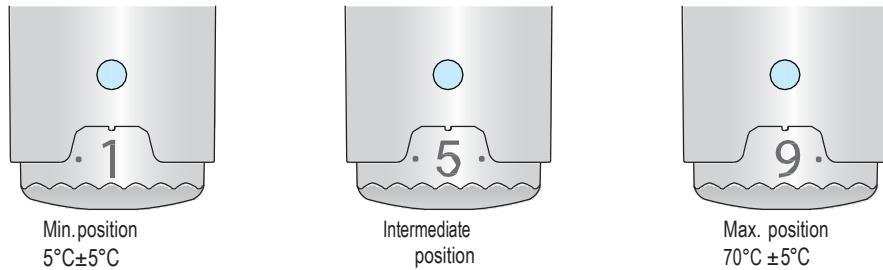

Fig. 16
- Between [ 5°C ÷ 70°C ] ± 5°C (Fig. 16).